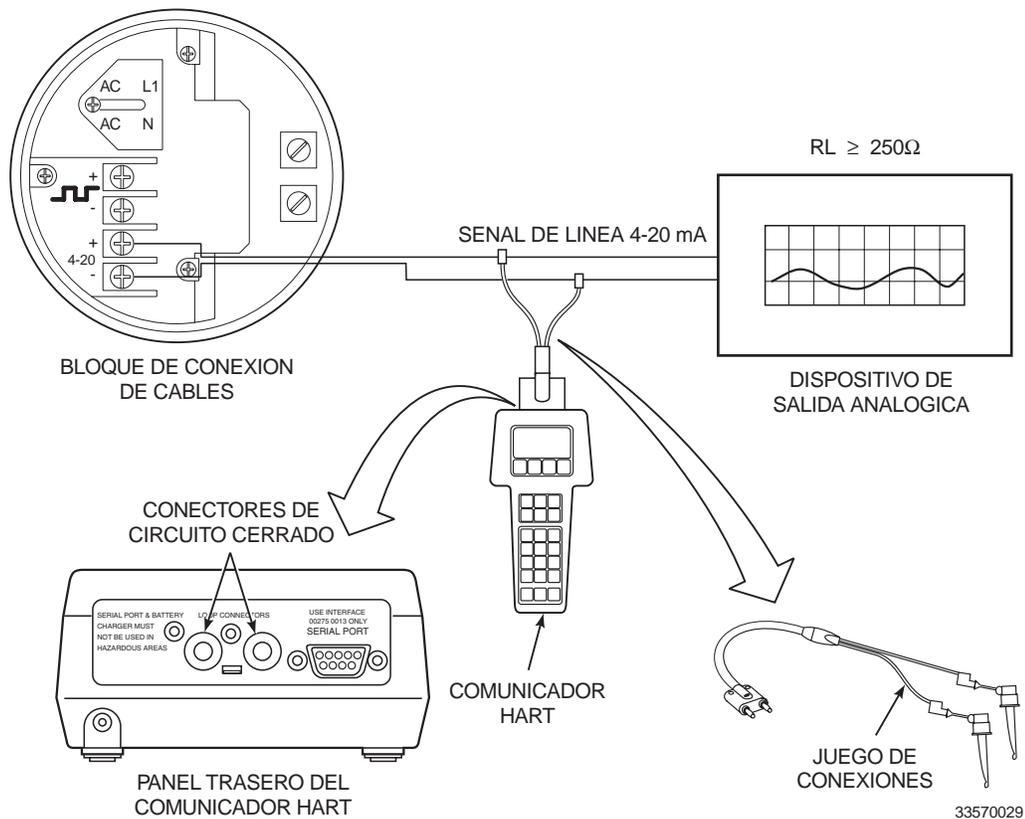

Figura 7-1. Conexiones de Línea de Señal, Resistencia de Conexión ≥ 250 Ohms
- a. **Método 1, Para resistencia de carga > 250 Ohms.** Referirse a la Figura 7-1 y los pasos siguientes para conectar el comunicador HART a la línea de señal de 250 ohms o más de resistencia de carga.